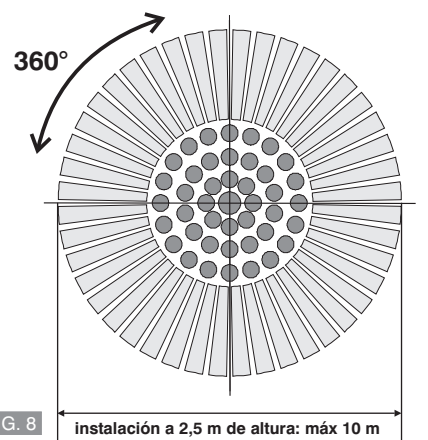

FIG. 8
- El ángulo de detección del aparato es de 360°, con un diámetro de detección igual a 10 metros a una altura de montaje de 2,5 metros, y de 14 metros a una altura de 5 metros (fig. 8).